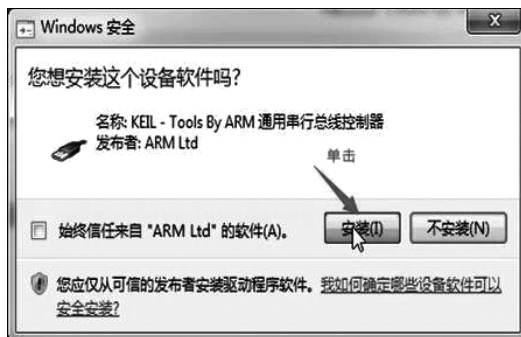
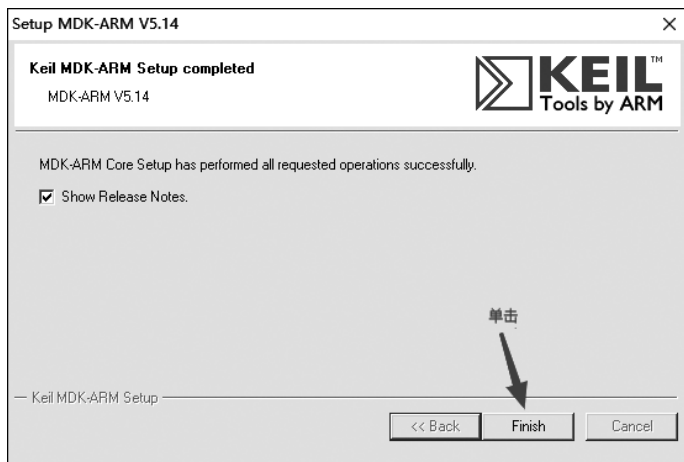

图 3-17 单击“安装”按钮
图 3-18 单击 Finish 按钮
(8) 单击“安装”按钮确认安装,如图 3-17 所示。安装完毕,单击 Finish 按钮,结束安装,如图 3-18 所示。